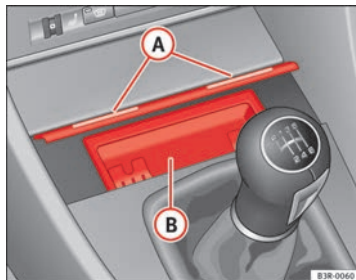

Abb. 122 Mittelkonsole: Geöffneter Aschenbecher
- Tippen Sie den Aschenbecher an der Frontleiste (A) ⇒ Abb. 122 an.
- Fassen Sie den Aschereinsatz (B) ⇒ Abb. 122 an den seitlichen Griffmulden an und ziehen Sie ihn nach oben heraus.